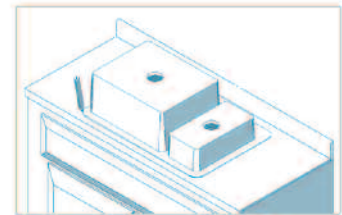

Figure 1. Trace edge of sink with pencil.
2. Coloque la tarja boca abajo sobre la cubierta, posicionándolo de manera que la tarja (en su posición final) no interfiera con el interior de ninguno de los gabinetes. Utilice un lápiz para trazar alrededor del exterior del fregadero, después retire la tarja de la cubierta. (Ver Fig. 1).